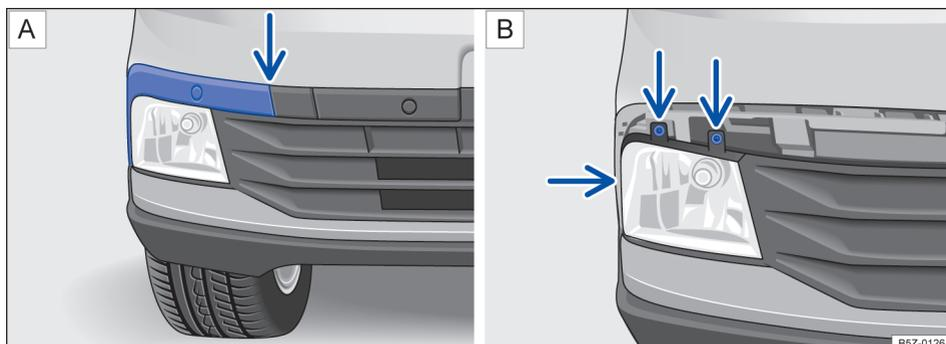

Fig. 126 No para-choque dianteiro: **A**) desinstalar a moldura do farol de neblina e **B**) retirar os parafusos do farol de neblina.
Desencaixar a moldura, cuidadosamente → ⌚, primeiramente pelo local indicado pela seta → Fig. 126 A. Remover completamente para acessar os parafusos do farol de neblina.
4. Retirar os parafusos indicados pelas setas → Fig. 126 B.
14. Recolocar os parafusos indicados pelas setas → Fig. 126 **B** para fixar o farol de neblina.
15. Recolocar a moldura da esquerda para a direita → Fig. 126 **A**.